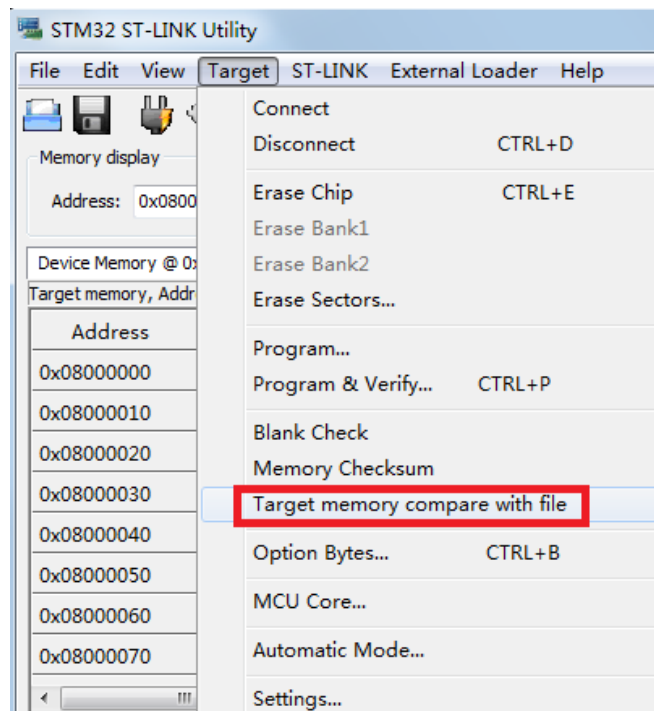

图 3.1-3 选择要比较的文件
- 5) 点击“Target->Target memory compare with file”，打开要比较的固件，如图 3.1-3 所示；